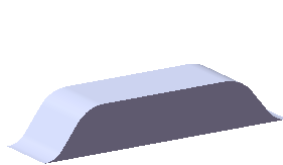

图 17.12.9 创建切除—拉伸 1
Step6. 创建图 17.12.9 所示的零件特征——切除—拉伸 1。选择下拉菜单 **插入(I)** → **切除(C)** → **拉伸(E)...** 命令；选取图 17.12.10 所示的模型表面为草图平面，绘制图 17.12.11 所示的横断面草图；采用系统默认的切除深度方向；在 **方向1** 区域的下拉列表中选择 **完全贯穿** 选项。单击 按钮，完成切除—拉伸 1 的创建。